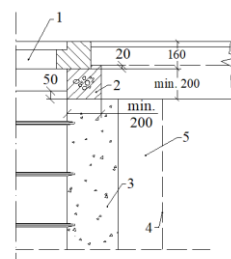

figura 1.
- În cazul traficului auto, folosiți colier de beton armat independent – conform figura 1 – care transmite sarcina către sol, protejând pereții căminului.